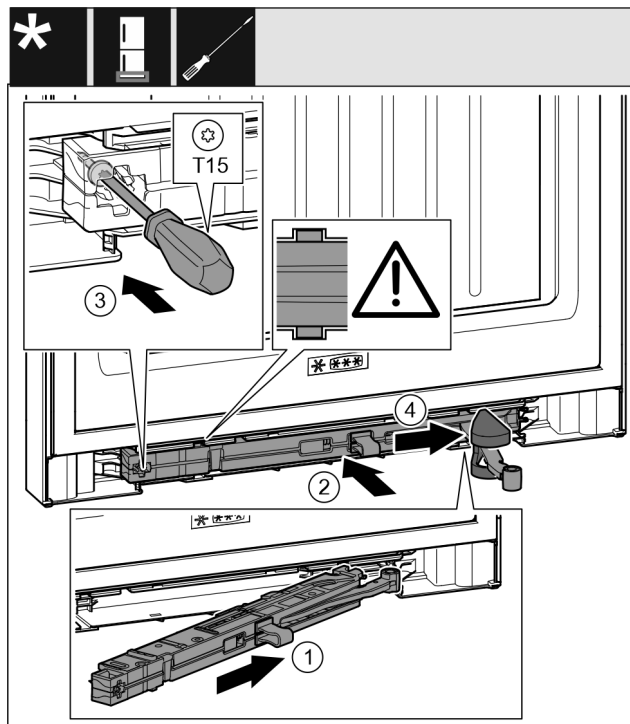

Fig. 48
- ▶ Skub lukkedæmperenheden Fig. 48 (1) skråt helt ind i udsparringen på hængselsiden.
- ▶ Skub lukkedæmperenheden Fig. 48 (2) helt ind i udsparringen.
- ▶ Skru skruen Fig. 48 (3) fast med en skruetrækker.
- ▶ Skub afdækningen Fig. 48 (4) hen over leddet.